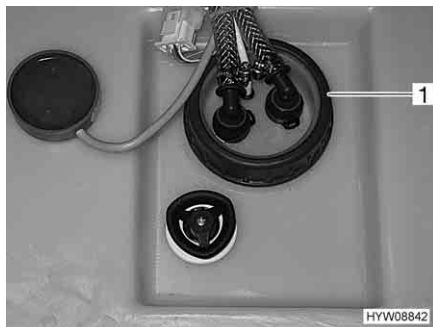

Fig. 100 Apertura per la pulizia sul serbatoio dell'acqua
- Staccare il coperchio (Fig. 100,1) del serbatoio dell'acqua.